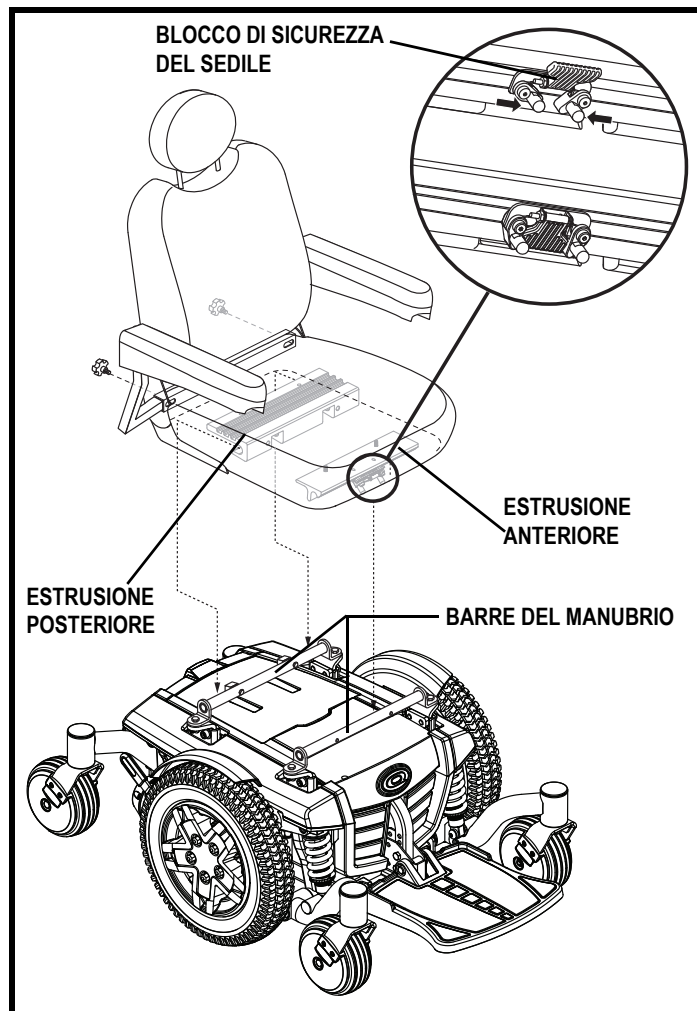

Figura 11. Sistema di montaggio universale e sedile
Prima dell'uso iniziale o dopo il trasporto della Carrozzina, può essere necessario installare il sedile. I sedili speciali sono uniti alla base di alimentazione mediante il sistema di montaggio universale (UMS). L'UMS consiste di parti universali unite al sedile, a prescindere dalla larghezza o dalla profondità dello stesso. I due componenti principali sono estrusioni di alluminio montate sulla base del sedile. Queste estrusioni sono unite ad una coppia di barre del manubrio montate sulla base di alimentazione. **Vedere la figura 11.**
1. Inclinare il sedile all'indietro e posizionare l'estrusione posteriore sulla barra manubrio posteriore. **Vedere la figura 11.**
4. Sollevare il blocco di sicurezza del sedile. **Vedere la figura 11.**